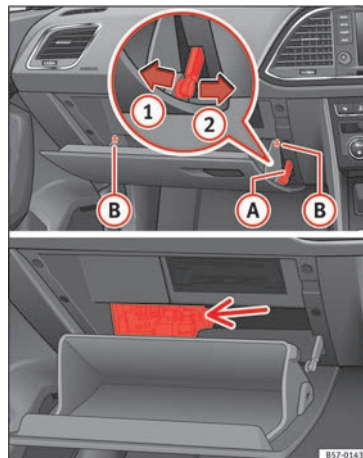

Fig. 102 Cassetto portaoggetti (guida a destra): accesso alla scatola dei fusibili.
- Smontare il freno di apertura »» **fig. 102** **A** in due passaggi: sbloccare innanzitutto il freno tirandolo all'indietro (freccia **1**) e poi spostarlo leggermente verso destra (freccia **2**). Rimuovere la guida quando il coperchio si trova in una posizione di apertura normale (30°).